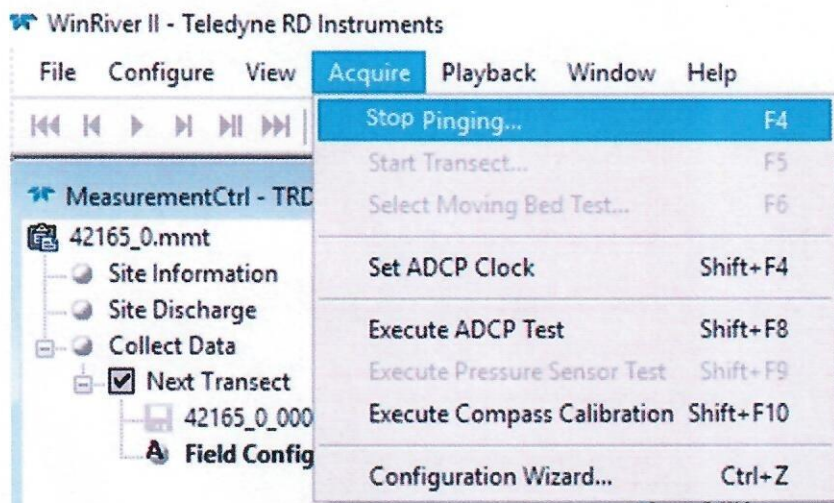

Fig. 20
- h) După colectarea numărului necesar de profile transversale accesăm Stop Pinging din meniul Acquire (fig. 20), pentru a finaliza procesul de Măsurare a debitului, apoi închidem aplicația WinRiver II.